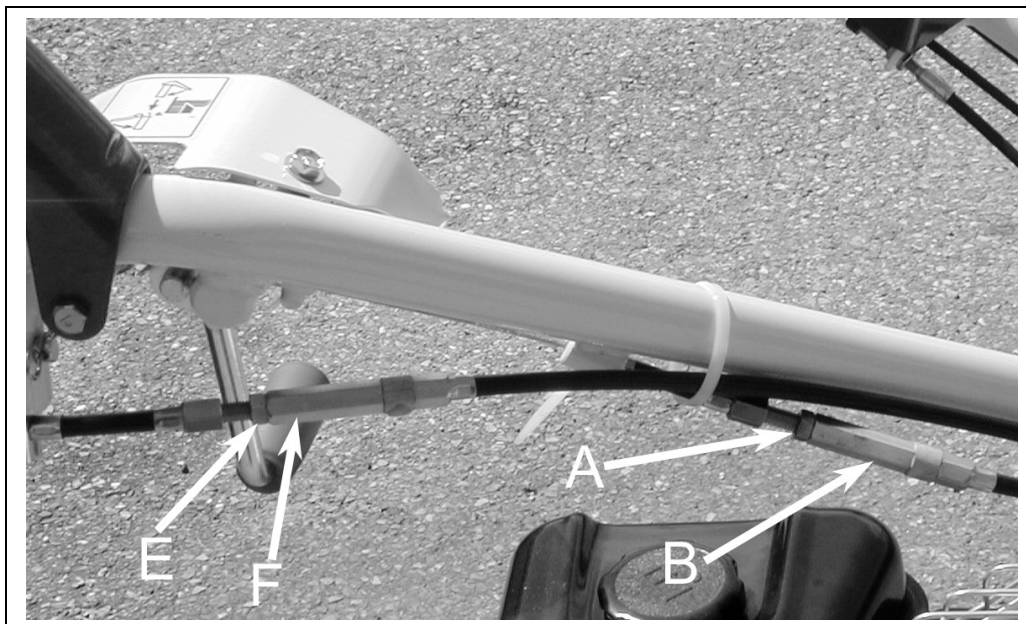

Figure 21
- Dévissez le contre écrou du système de réglage de tension du câble des lames (figure 21, repère A).
- Dévissez l'écrou de réglage de tension du câble de transmission (figure 21, repère B).
- Dévissez le contre écrou du système de réglage de tension du câble de transmission (figure 21, repère A).
- Vissez l'écrou de réglage de tension du câble de transmission (figure 21, repère B).